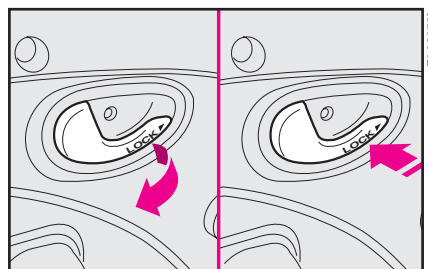

рис. 111
**Чтобы открыть дверь:** потяните ручку (рис. 111) и сдвиньте дверь назад до фиксированного положения.
**Чтобы закрыть дверь:** закройте дверь, сдвинув её вперед, затем нажмите ручку в точке "LOCK", как показано на рис. 111.